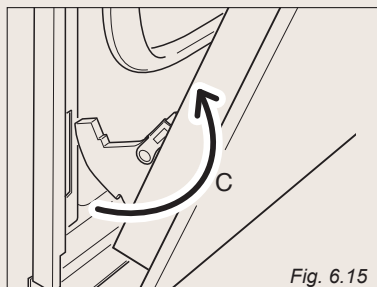

Fig. 6.15
- * Retirez les crochets de charnière de leur emplacement en suivant la flèche "C" (fig. 6.15).